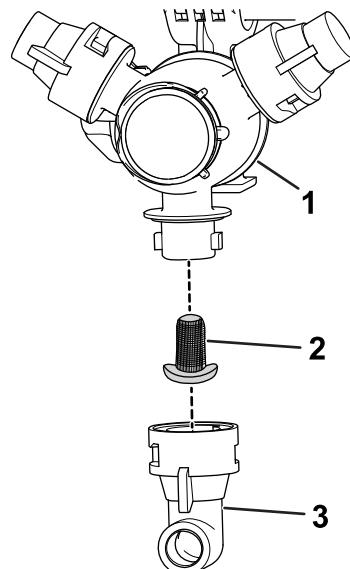

Figure 89
2. Déposez la buse de la tourelle de pulvérisation (Figure 89).
| 3. Déposez le filtre de buse (Figure 89).     |         |
5. Montez le filtre de buse (Figure 89).
6. Montez la buse sur la tourelle de pulvérisation (Figure 89).